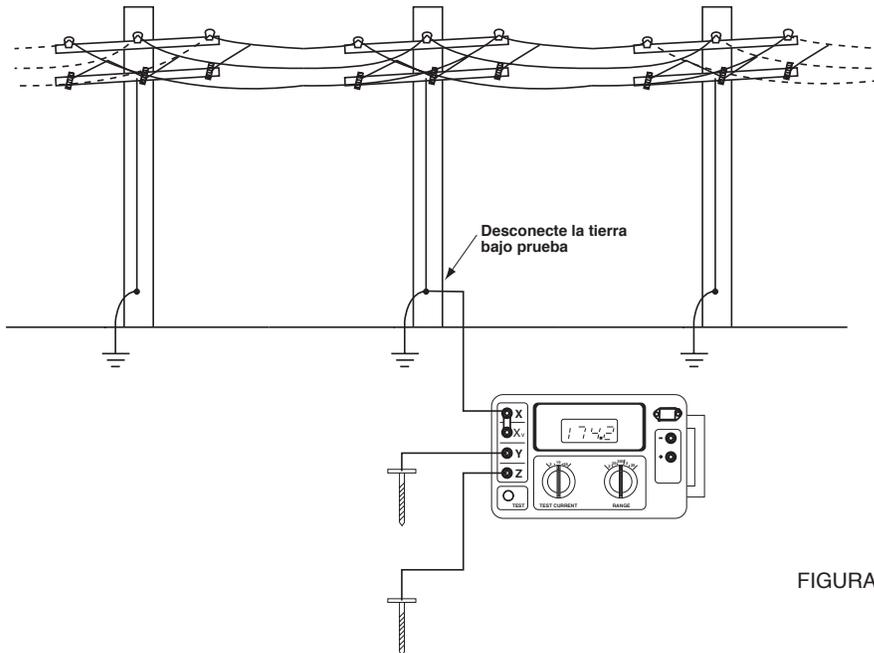

FIGURA 22
B) Si el método previo fracasa, intente cambiar la alineación de los cables auxiliares de manera que no estén en paralelo con las líneas de potencia por encima o por debajo tierra (Figura 22).